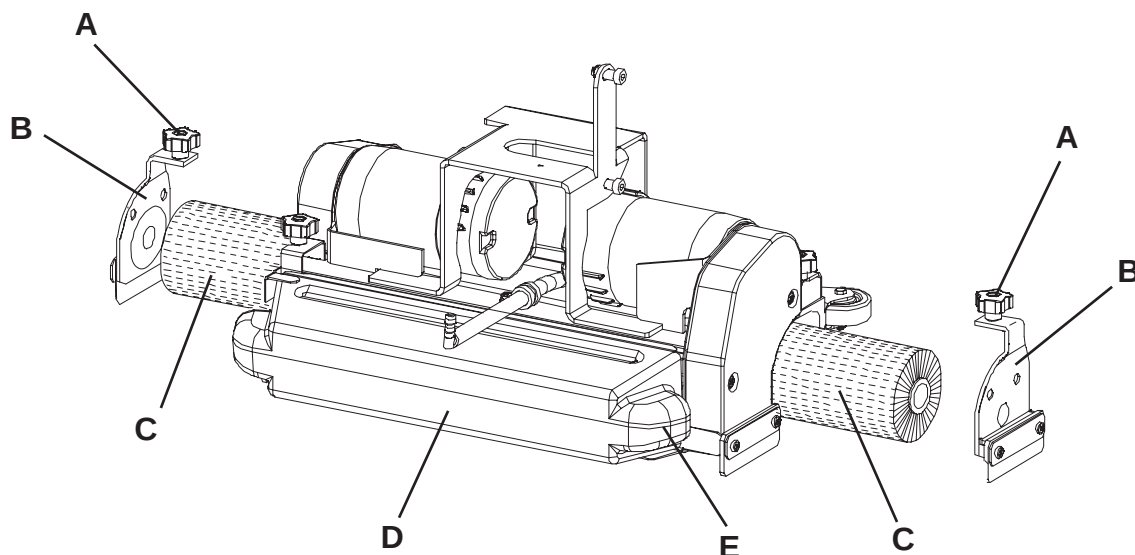

Figure 3
1. Positionner la clé de contact (80) sur "0".
2. Soulever la tête porte-brosses cylindriques en appuyant sur la pédale (11).
3. Déposer les boutons (A, Fig. 3) et les portillons (B) en les poussant vers le bas, en exerçant une pression sur les boutons.
4. Insérer les brosses cylindriques (C).
5. Installer les portillons (B) et les fixer avec les boutons (A).